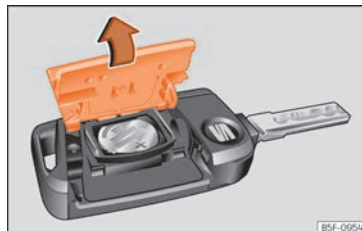

Abb. 73 Fahrzeugschlüssel: Deckel des Batteriefachs öffnen.
- Abdeckung auf der Rückseite des Fahrzeugschlüssels »» **Abb. 73** in Pfeilrichtung abnehmen »» ❶.
- Abdeckung wie gezeigt ansetzen »» **Abb. 73** und entgegen der Pfeilrichtung auf das Fahrzeugschlüsselgehäuse drücken, bis sie einrastet.